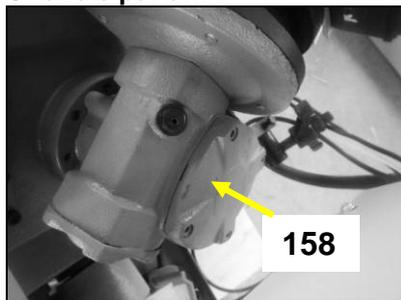

Fig 55
- Vidangez et changez l'huile de la boîte d'engrenage (158) (Fig 55).